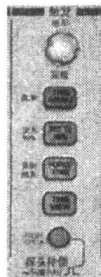

图 1-6 触发控制面板操作位置
1. “电平”和“用户选择”。使用边沿触发时，“电平”旋钮的基本功能是设置电平幅度，信号必须高于它才能进行采集。还可使用此旋钮执行“用户选择”的其他功能。旋钮下的LED发亮以指示相应功能，设置触发电平面板操作见图 1-6 所示。